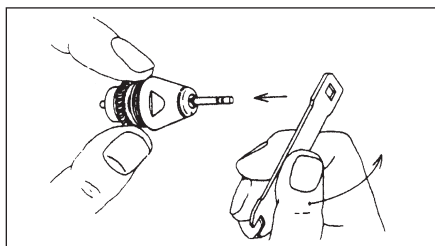

Fig. 11
- 2) Maintenez le rotor avec deux doigts, comme l'illustre la Fig. 11.